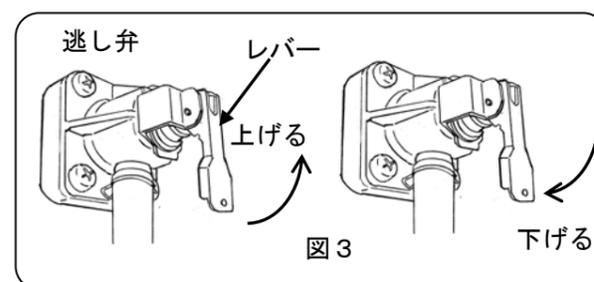

図3
- 1) 貯湯タンクユニットの逃し弁レバーを上げる。(図3参照)
- 2) 貯湯タンクユニットが満水になったら、逃し弁レバーを下げる。(図3参照)